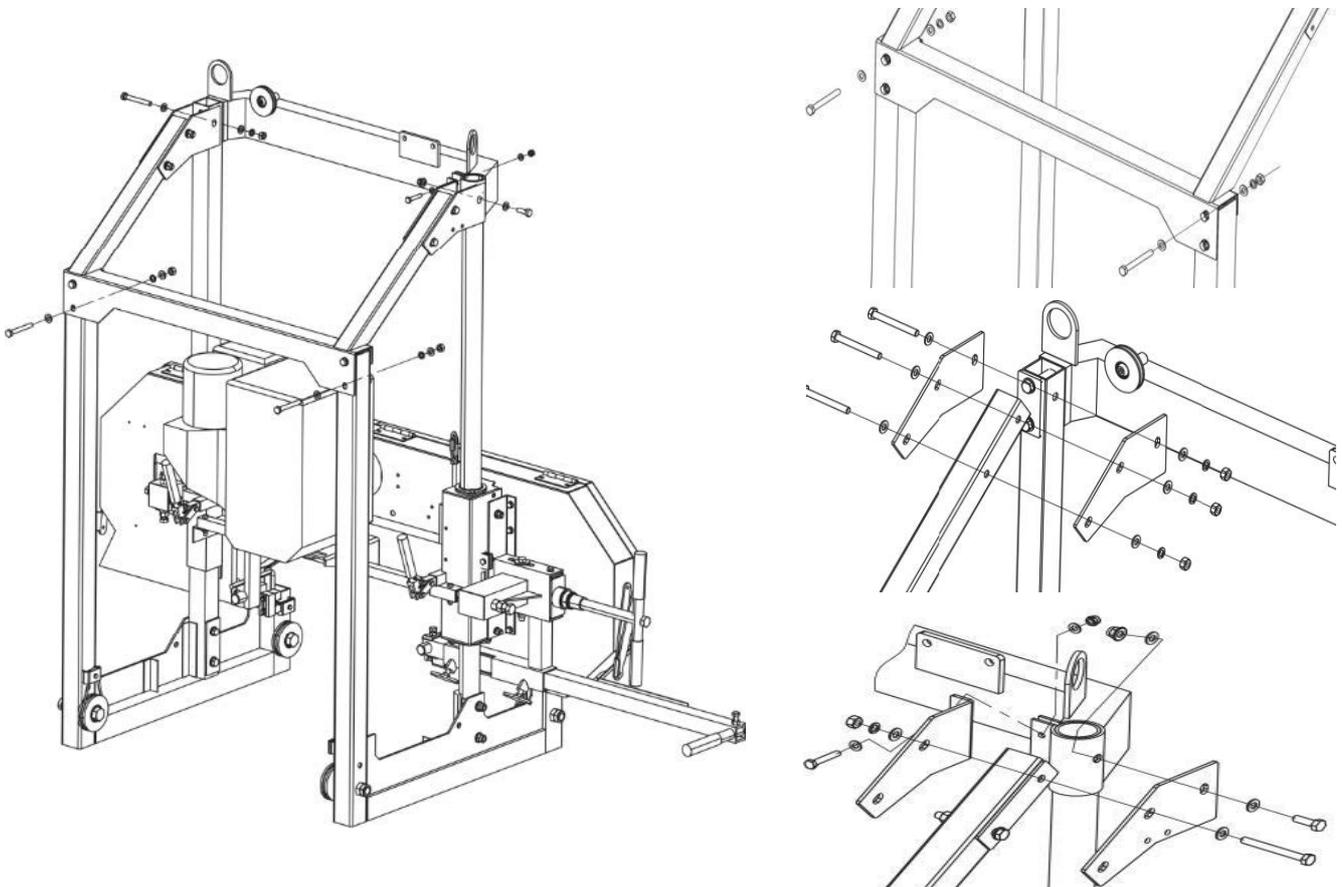

Abb.5-14: Schweißhalterung
8. Bringen Sie die obere Schweißhalterung (Abb. 5-14) an, richten Sie die Löcher der Pfosten mit den entsprechenden schwarzen Löchern der oberen Querstrebe aus und ziehen Sie die Schraube mit einem Schraubenschlüssel fest.